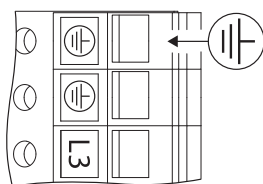

Fig. 27: Lisämaadoitus
- Lisääntyneen vuotovirran vuoksi on moottoreissa, joiden teho on yli 11 kW, liitettävä EN 61800-5-1:2008-04:n mukaisesti lisäksi vahvistettu maadoitus (katso Fig.27).